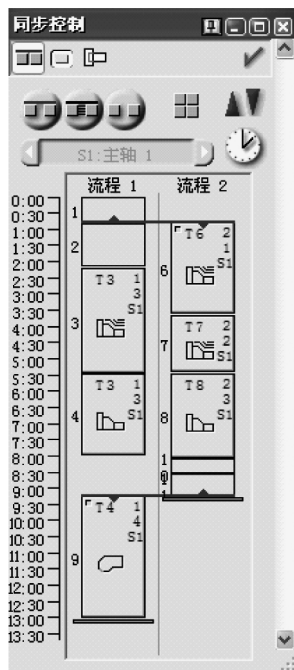

图 6-26 同步操作
- 同步控制对话框把所有加工操作根据各自通道并排顺序显示。每个操作在对话框上的长度和其运行的时间一致。用户这样就可以很直观地控制通道之间的同步操作，如图 6-26